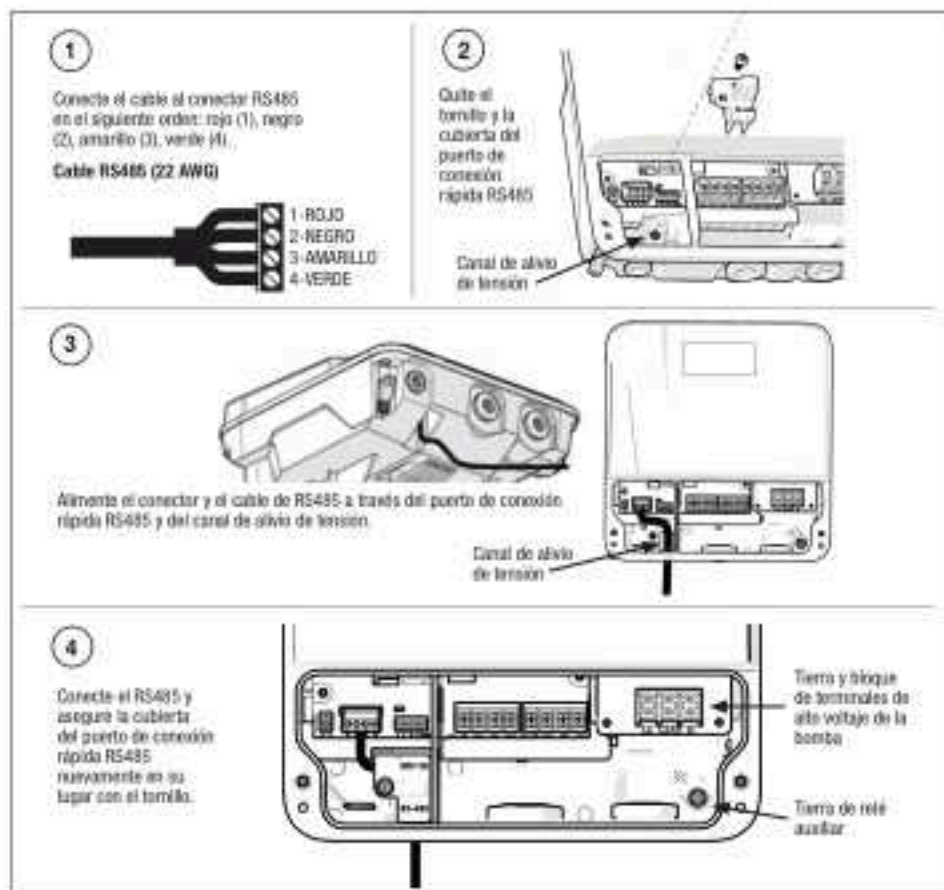

Figura 8. Puerto de conexión rápida RS-485 con cableado
- Puerto de conexión rápida RS-485 (consulte la Figura 8)